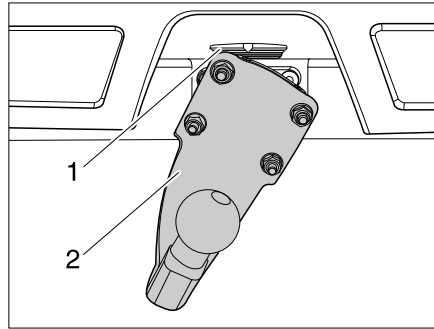

Fig. 5 Dispositif d'attelage
- Placer le dispositif d'attelage (Fig. 5,2) sous un angle de 90° au dispositif de blocage (Fig. 5,1).
- Faire pivoter le dispositif d'attelage (Fig. 5,2) vers le bas jusqu'à ce que le dispositif de blocage (Fig. 5,1) se verrouille.
- Pousser le dispositif de blocage (Fig. 5,1) vers le haut.
- Faire pivoter le dispositif d'attelage (Fig. 5,2) de 90° vers la gauche.
- Relâcher le dispositif de blocage (Fig. 5,1).
- Retirer le dispositif d'attelage (Fig. 5,2).